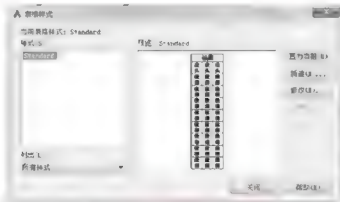

图 3.116 【表格样式】对话框
(1) 执行菜单栏中的【格式】|【表格样式】命令，打开【表格样式】对话框，如图 3.116 所示。
(2) 单击图 3.116 中【表格样式】对话框中的【新建】按钮，弹出【创建新的表格样式】对话框，在【新样式名】文本框内输入“图纸目录”，【基础样式】下拉列表中选择
③【边框】选项卡的参数采用默认设置。
(4) 设置【表头】和【标题】单元样式的参数。其中【水平】和【垂直】页边距均设置为“2”，【标题】的【文字的高度】设为“5”。其他同设置【数据】单元样式。
(5) 将【图纸目录】表格样式设为当前样式。